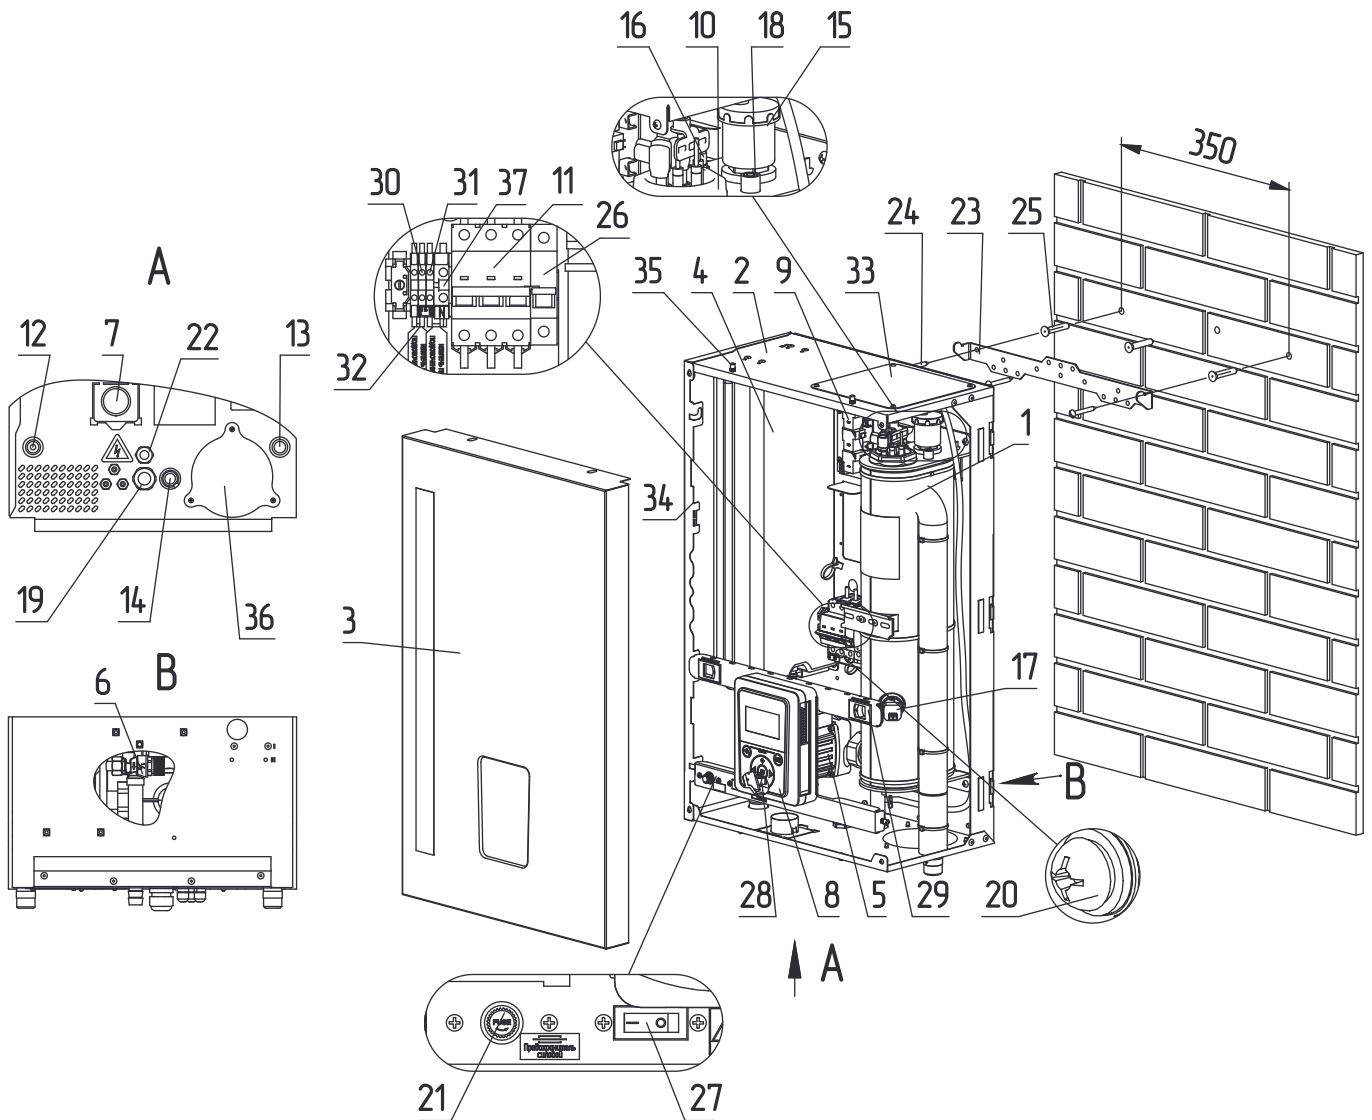

Рис.4 Устройство электрического котла ZOTA МК-X 4,5-24 кВт
Закрепите настенный кронштейн на вертикальной поверхности в необходимом месте с помощью шурупов, входящих в комплект, и установите на него котел, как показано на **Рис.4, 5;**
- извлечь перемычки (**Рис.4, 5, поз.32**);
- подключить провода фазы «L» к колодке (**Рис.4, 5, поз.30**);
- подключить провода нейтрали «N» к колодке (**Рис.4, 5, поз.31**).
- включить вводной автомат (**Рис.4, 5, поз.11**) вместе с расцепителем в верхнее положение;
- перевести выключатель (**Рис.4, 5, поз 27**) в положение ВКЛ;